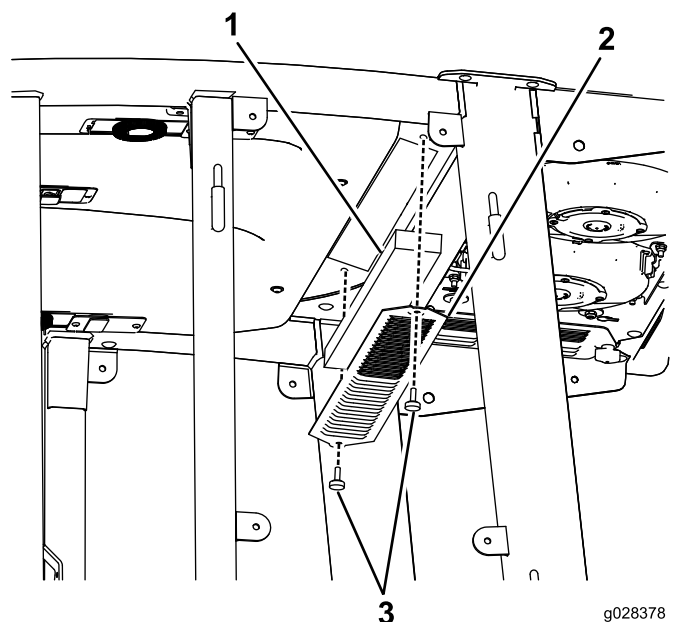
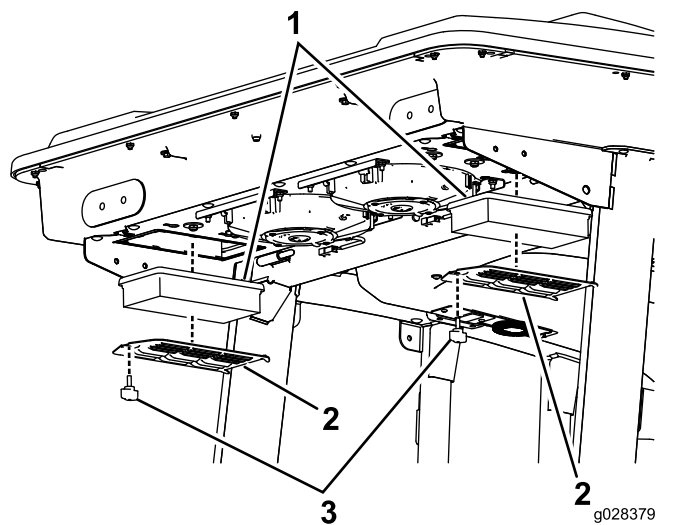
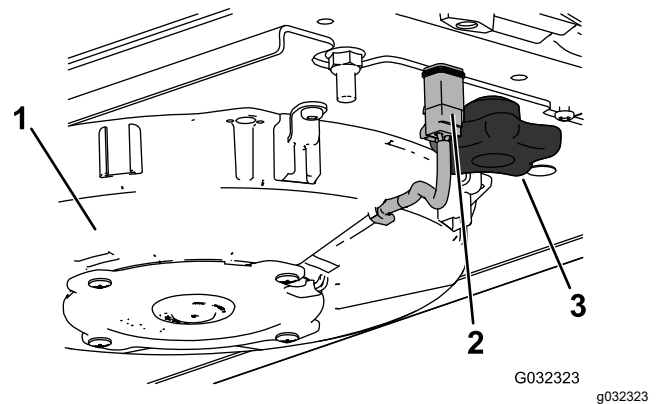
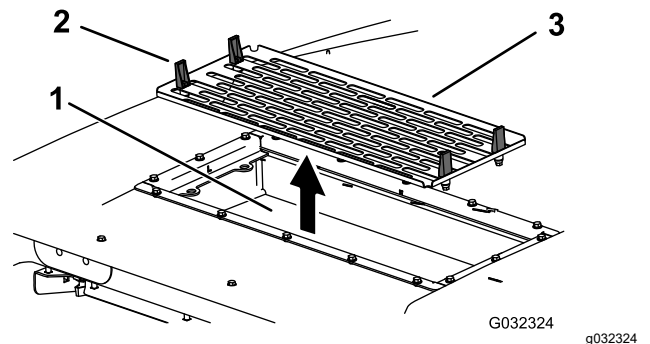

Figure 145
Figure 146
Figure 148
Figure 149
1. Retirez les vis et les grilles des filtres à air intérieur et arrière de la cabine (Figure 145 et Figure 146).
4. Déposez les filtres à air (voir Figure 146).
6. Reposez les filtres à air, la grille et le ventilateur (Figure 146, Figure 148 et Figure 149).
7. Rebranchez le câble de chaque ventilateur (Figure 148).